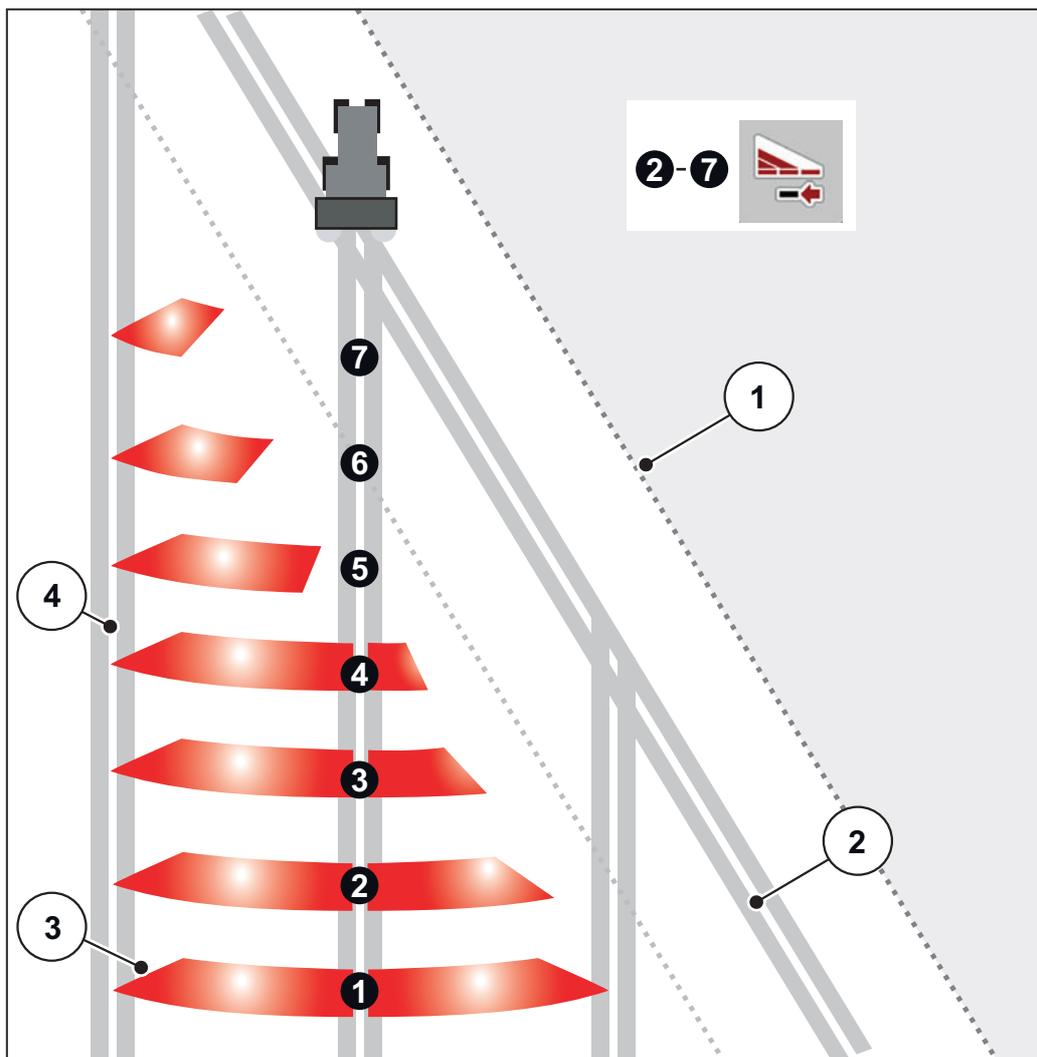

図 5.4: セクションの自動切替
- AXIS.2 のみ：部分幅の切り替えは外部から内部へ、または内部から外部へ行うことができます。図 5.4 を参照してください。